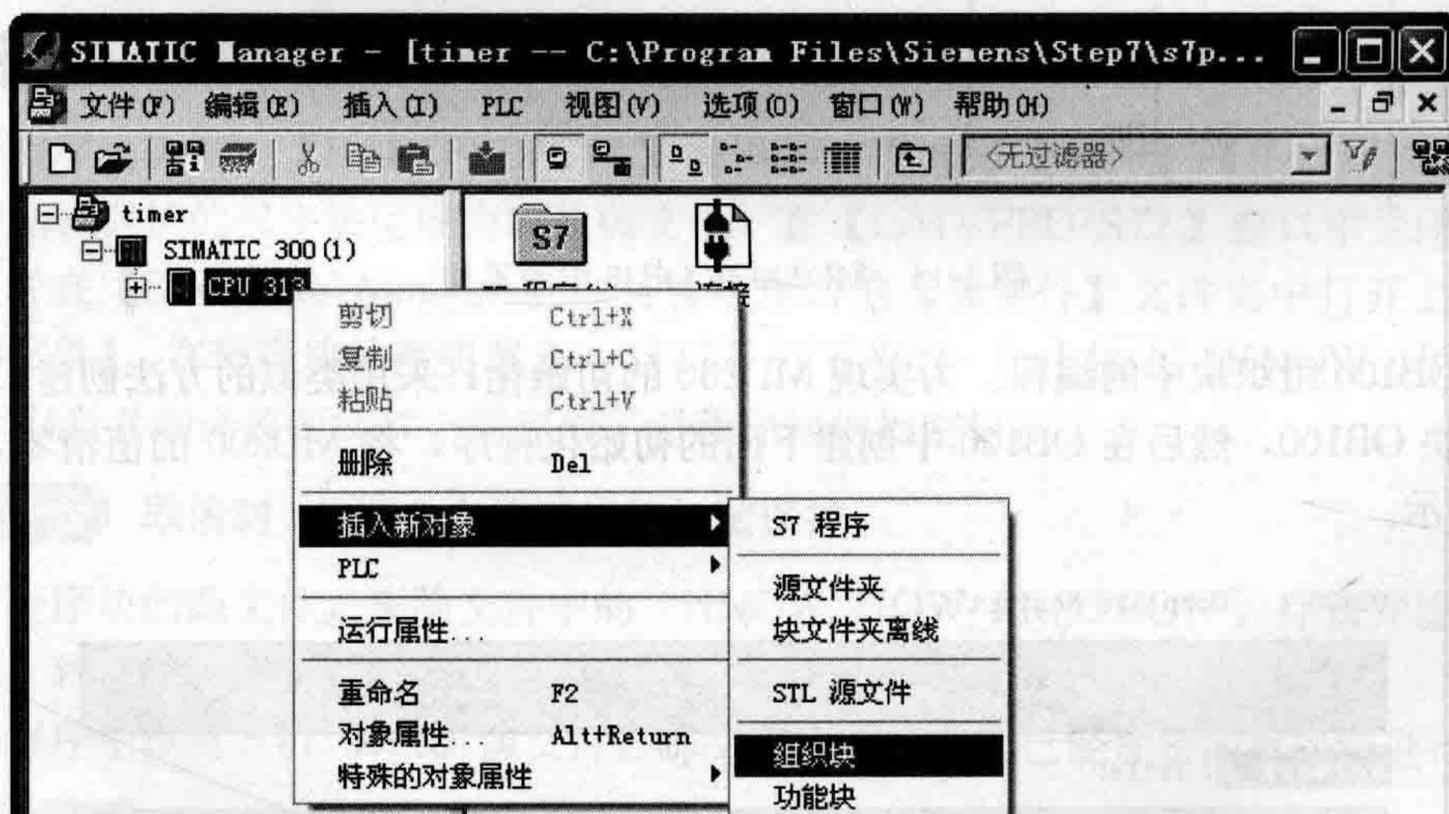

图 1-12 添加组织块
(3) OB35 的编程。在 SIMATIC 管理器中，右击，在弹出的快捷菜单选择【插入新对象】→【组织块】命令，操作如图 1-12 所示。